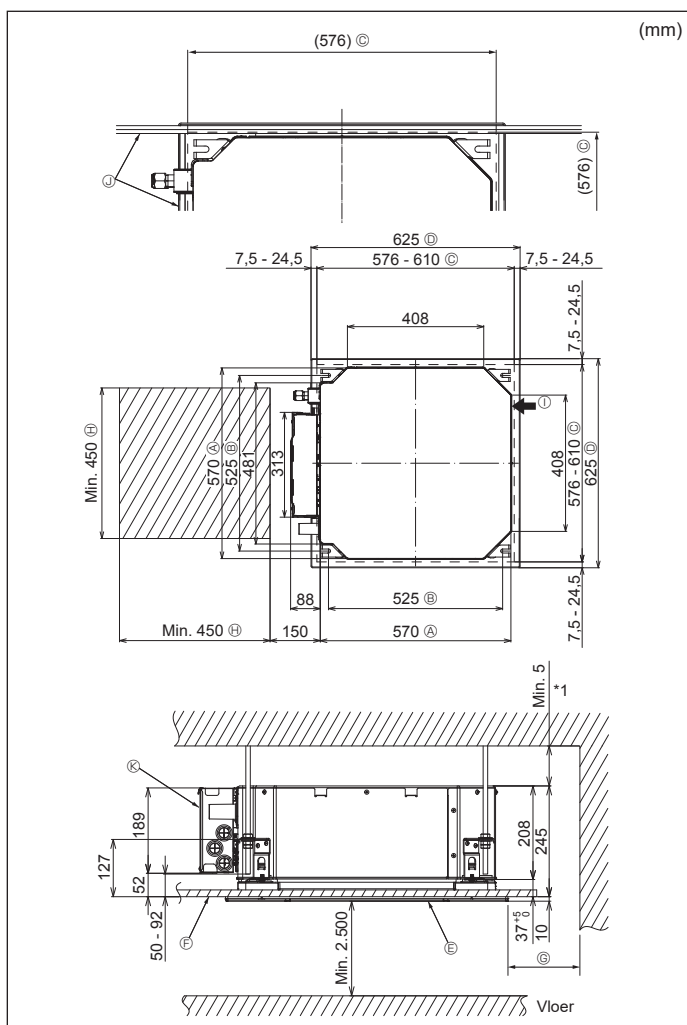

Fig. 4-2
4.2. Plafondopeningen en posities voor installatie van ophangbouten (Fig. 4-2)